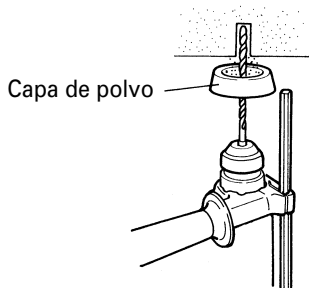
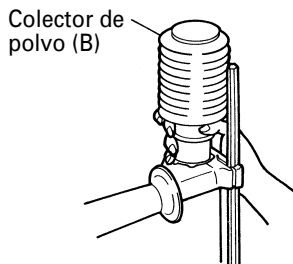

Fig. 9
Fig. 10
4. Cuando instale la copa de polvo o el lector de polvo (B) (Accesorios facultativos) (Fig. 9, Fig. 10) Cuando emplee un martillo perforador a batería para trabajos de taladrado hacia arriba, extraiga el adaptador de recolección de polvo e instale una copa de polvo o un colector de polvo (B) para recolectar las partículas a fin de facilitar la operación.
- Instalación de la copa de polvo. Emplee la copa de polvo instalando la broca como se muestra en la Fig. 9.
- Instalación del colector de polvo (B). Para emplear el colector de polvo (B), insértele desde la punta de la broca alineándolo con la ranura de la empuñadura. (Fig. 10)